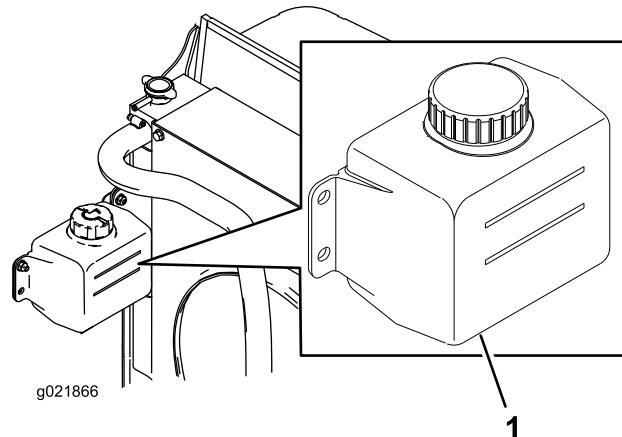

Figura 12
1. Compruebe el nivel de refrigerante en el depósito de expansión (Figura 12).